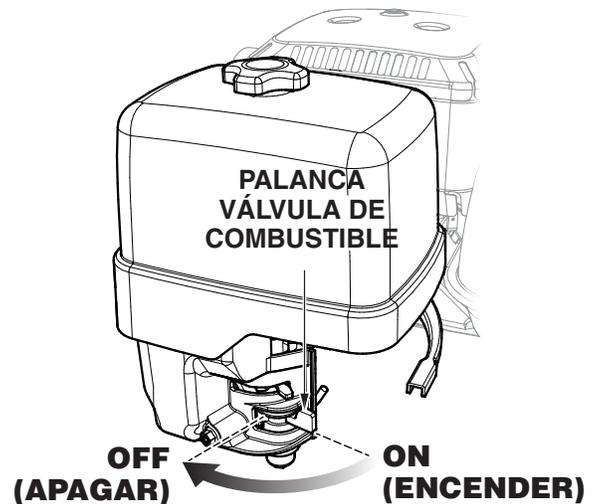

Figura 31. Palanca de la válvula de combustible (Cerrada)
3. Ponga la palanca de la válvula de combustible en la posición **CLOSED** (CERRADA) (Figura 31).